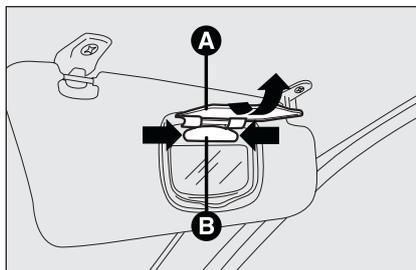

fig. 38
- aprire la copertura **A-fig. 38** dello specchietto;